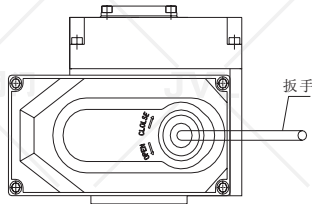

图 8
10.1 手动操作（图 8） 进行手动操作时，必须先把电源切断；摘下减速盖的橡胶帽，将附带的手柄插入六角孔内；将手动柄按顺时针方向转动使开度少。